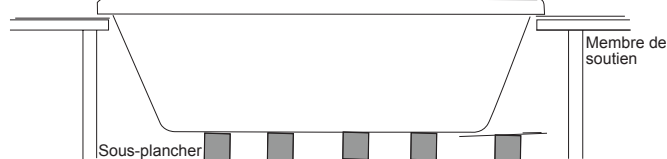

Figure 10 - soutien
- 10 Retirez les morceaux de retailles de bois et abaissez la baignoire complètement dans l'ouverture (figures 10 et 11).